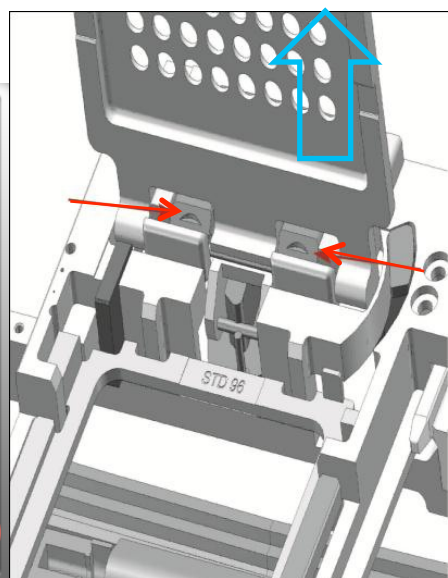

図 6
- 2) プレートが出て来たら図 6 の様に赤矢印の部分を奥方向に押しながらプレートカバーを上方に引き抜く。